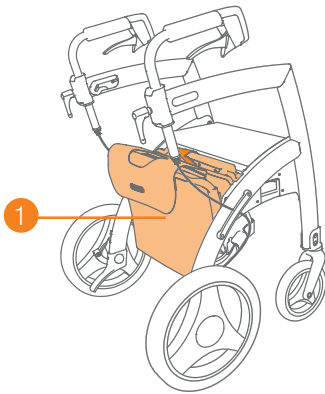

Abbildung 31: Rollstuhlpaket unten befestigt.
- c. Platzieren Sie das Rollstuhlpaket in die Aussparungen hinter dem Sitz (**Abbildung 31**).
- a. Bitte befestigen Sie das Rollstuhlpaket vor der Abfahrt am Rollz Motion (**Abbildung 31**).